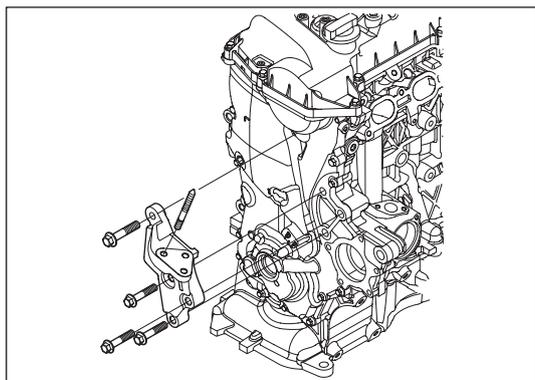
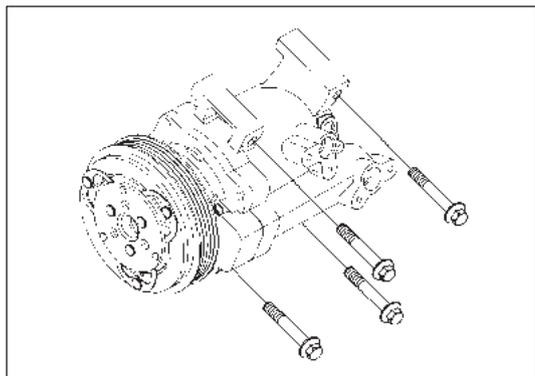
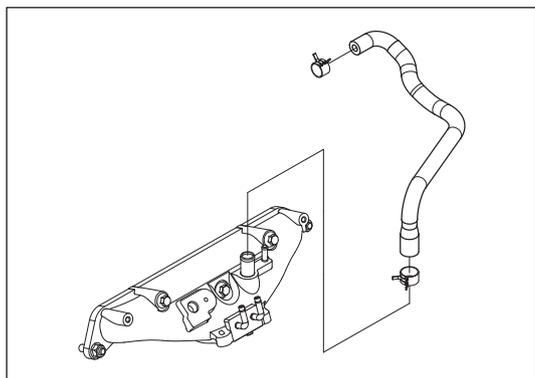

Рис. 6-4-1. Снятие передней опоры двигателя
Рис. 6-4-2. Снятие компрессора кондиционера
Рис. 6-4-3. Снятие шланга принудительной вентиляции картера
- (1) Снять переднюю опору двигателя:
- б) Вывернуть 4 фланцевых болта (M10×1,25×50, M10×1,25×55) и снять переднюю опору двигателя с нижней части блока цилиндров, как показано на рис. 6-4-1.
- (2) Снять компрессор кондиционера:
- » Вывернуть 4 фланцевых болта и снять компрессор кондиционера, как показано на рис. 6-4-2.
- (3) Снять шланг системы принудительной вентиляции картера:
- » Ослабить 2 стальных хомута и снять шланг системы принудительной вентиляции картера, как показано на рис. 6-4-3.